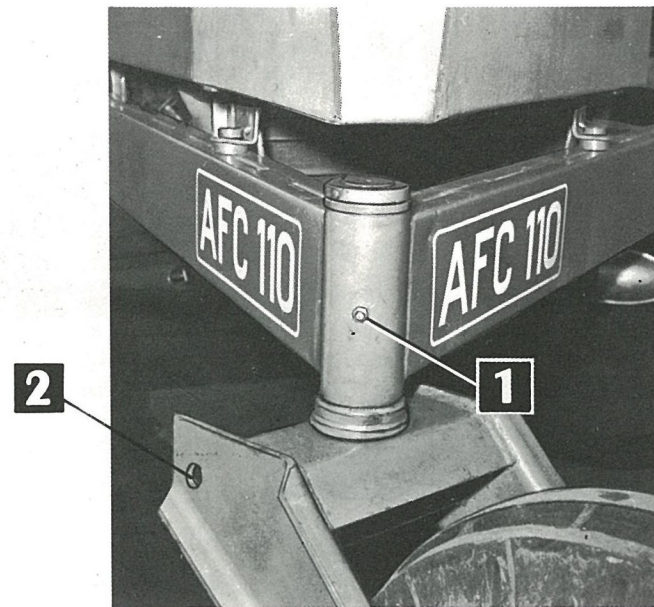

FIG. 5
- accrocher le câble de remorque à l'aide d'une broche enfilée dans les trous 2 - Fig. 5 afin de tirer l'automoteur en marche arrière.